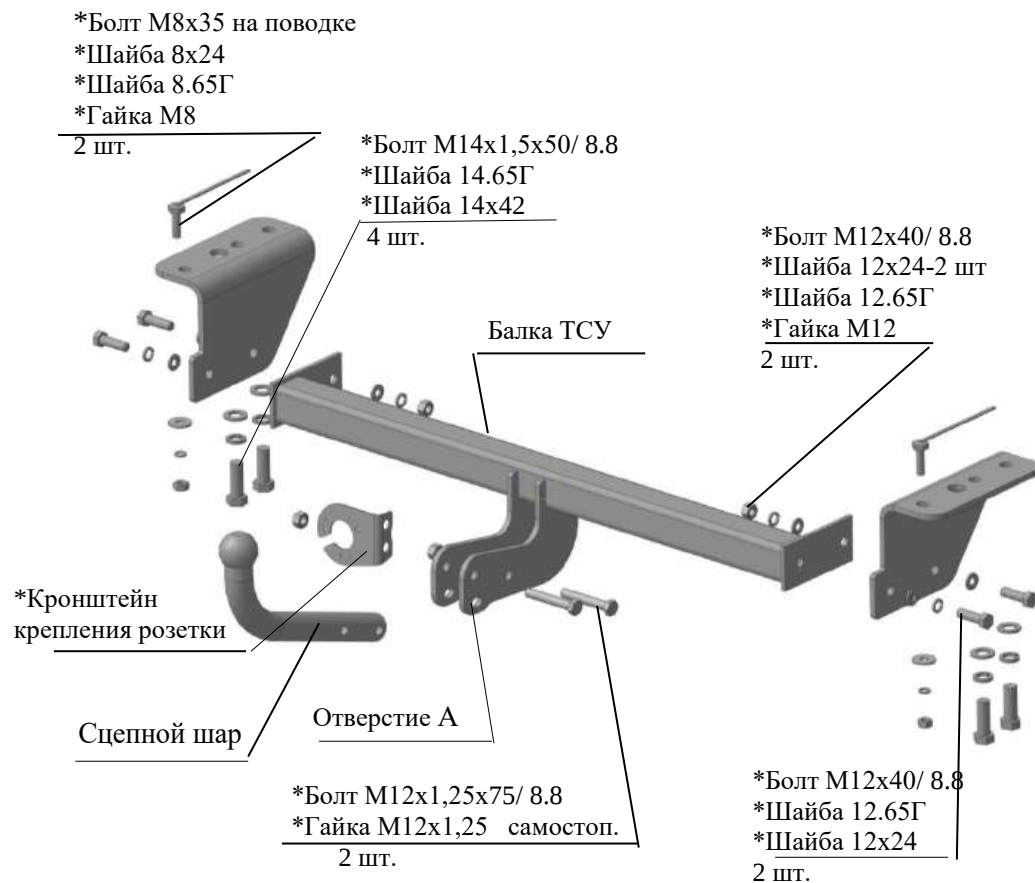

Рис.1 Тягово-цепное устройство ТСУ 8160.
2.1 ТСУ 8160 в сборе (рис.1)	1 шт.
2.2 Пакет с комплектующими (см. рис.1)	1 шт.
4.2 Установить боковые съемные кронштейны ТСУ к нижним полкам лонжеронов, левый и правый соответственно рис.1, закрепить болтами М14х1,5х50 и болтами М8х35 на поводках и крепежом соответственно рис.1. Крепеж не затягивать.
4.3 Установить балку ТСУ к боковым съемным кронштейнам и закрепить болтами М12х40 и крепежом соответственно рис.1. Крепеж не затягивать.